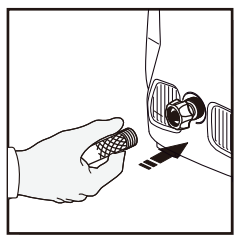

Fig. 11
- Conecte la manguera al adaptador de manguera de jardín. (Fig 11).